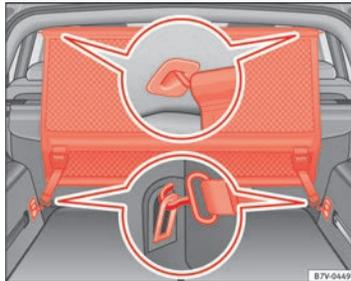

Fig. 94 En el maletero: Montar la red de separación detrás de la segunda hilera de asientos.
- Enganche la red de separación en el soporte izquierdo trasero del techo => fig. 94 A. Asegúrese para ello de guiar la varilla desde la parte superior hacia abajo.